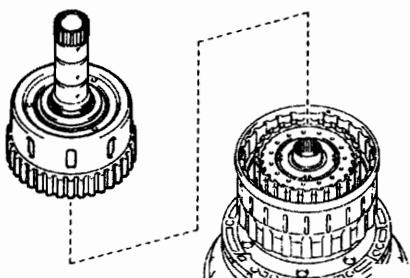

图 12-1-120
(7) 拆下前进挡离合器毂分总成。
①如图 12-1-120 所示，从离合器鼓总成上拆下前进挡离合器毂分总成。